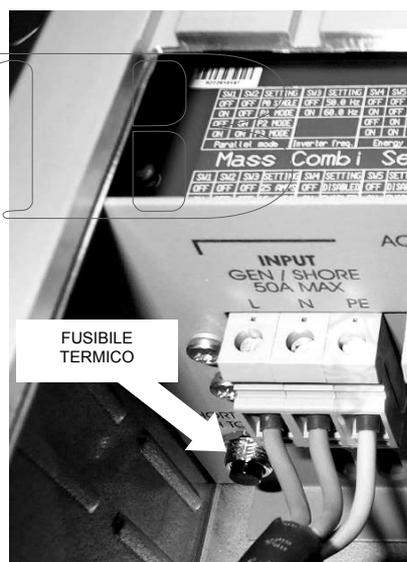

Figura 16: ripristino del fusibile termico
- 5 Attendere almeno due minuti, quindi ripristinare il fusibile termico premendo il pulsante situato all'interno dello scomparto dei collegamenti (vedere la figura 16).